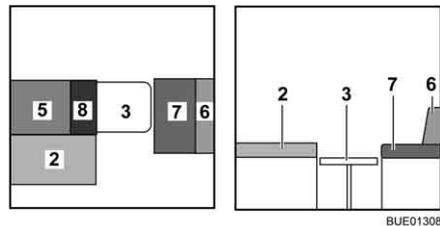

Fig. 128 Pendant la transformation
- Placer le coussin supplémentaire (Fig. 128,8) sur la table.